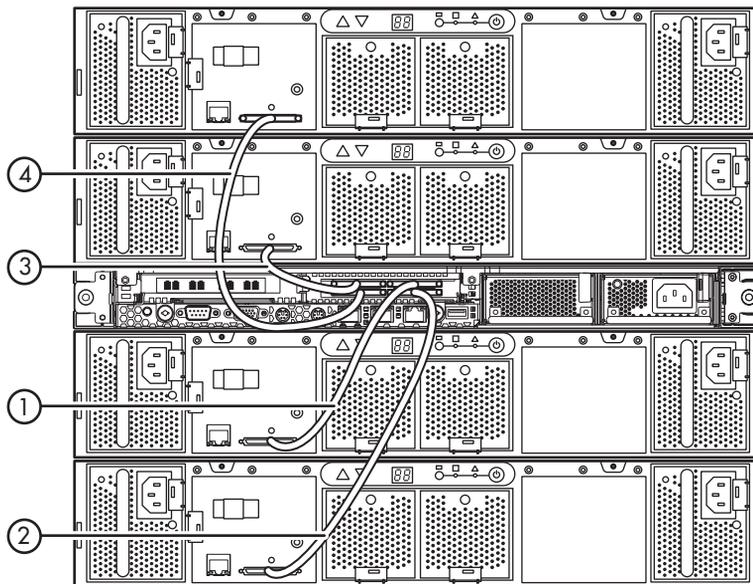

図 22. 各ディスク アレイのVHDCIコネクタの、ノードのVHDCIコネクタへの正しい
3. 各ディスク アレイのVHDCIコネクタを、ノードのVHDCIコネクタにつなぎます (図 22)。